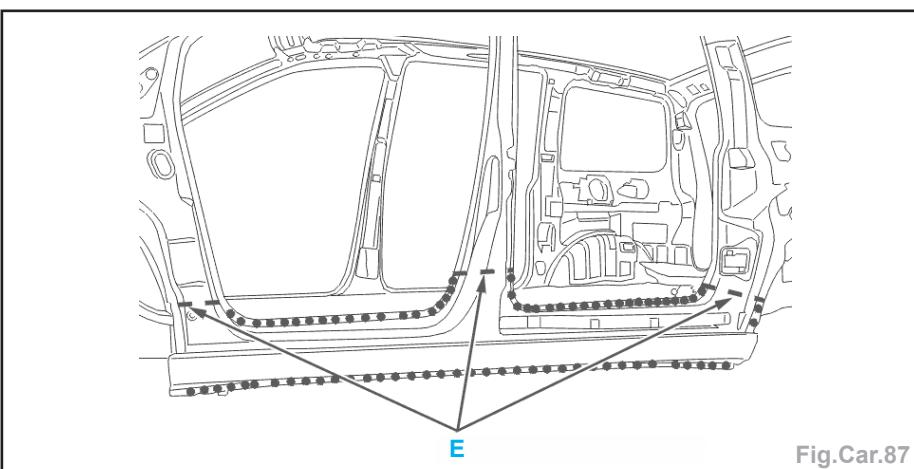

Fig.Car.87
- Souder par cordons successifs au MIG (suivant E) (Fig.Car.87).